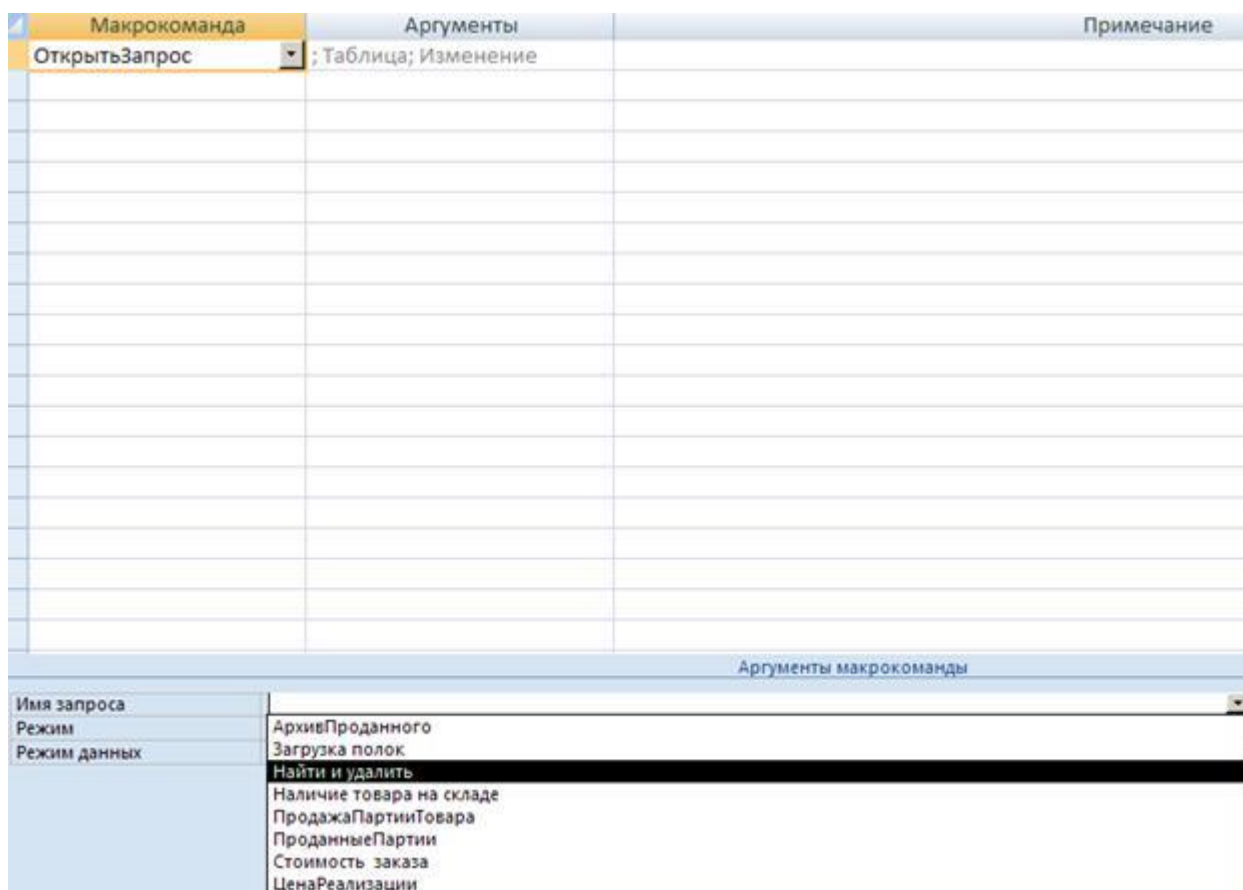

Рис.13. Конструктор макроккоманд
2. В открывшемся окне МАКРОСА из выпадающего списка выберите команду ОТКРЫТЬ ЗАПРОС (рис. 13).